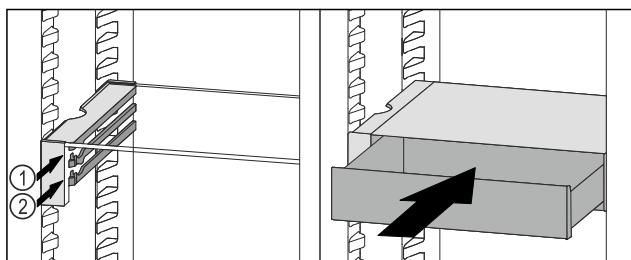

Fig. 94
- Встановити висувний ящик VarioSafe за стопорами на потрібне ребро Fig. 94 (1) або Fig. 94 (2).